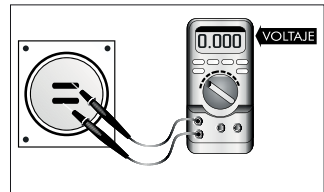

Figura 28.
- Asegúrese de que el voltaje de la toma corriente de la conexión de la instalación eléctrica este acorde con el voltaje nominal del producto (Ver figura 28).